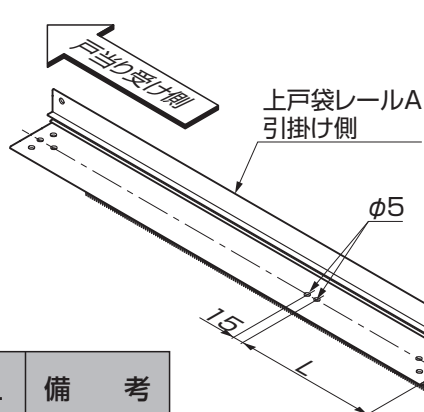
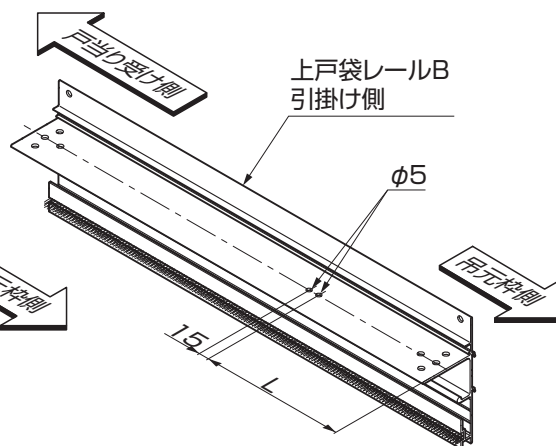

図9-3 外収納の場合
図9-4 内収納の場合
①戸袋レールセットの梱包を開いた時点で、上戸袋レール引掛け側に戸当りストッパー取付け用のØ5の穴をあけてください。(図9-3、図9-4参照)、(表9-2参照)